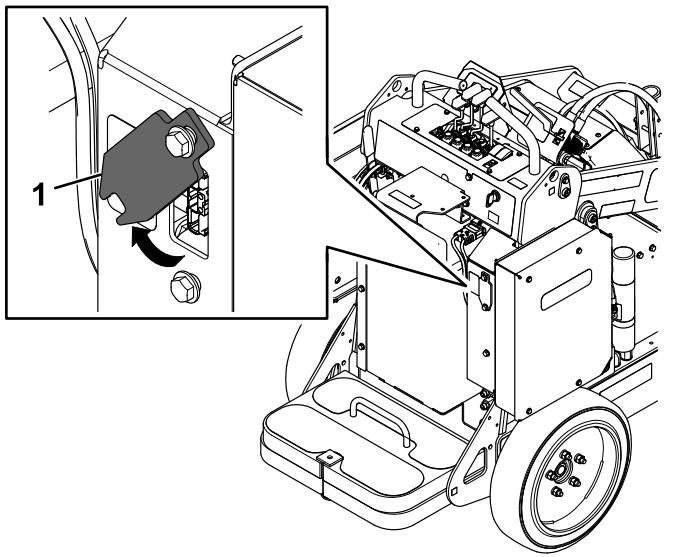

Figura 23
6. Fate scorrere verso l'alto la protezione del caricabatteria e ruotatela in una posizione che non sia d'ostacolo (Figura 23)
10. Ruotate la protezione del caricabatteria in sede e fatela scorrere verso il basso sopra il bullone inferiore (Figura 23).